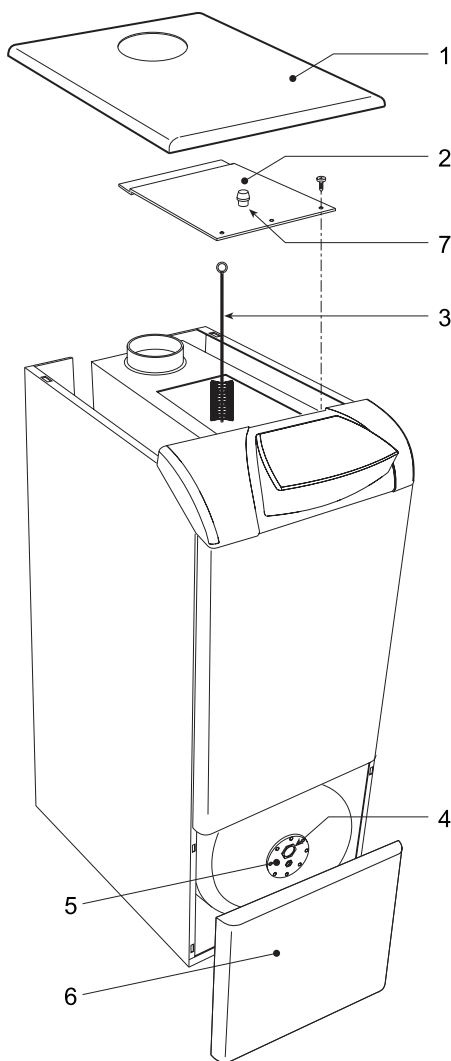

рис. 21 - Очистка котла
Для выполнения очистки котла следуйте (рис. 21) нижеприведенным указаниям:
- Демонтируйте лицевую панель бойлера (6 - рис. 21).
Состояние магниевого анода (4 - рис. 21) можно проверять снаружи, отвинтив его от фланца бойлера (после перекрытия подачи воды в систему ГВС и опорожнения бойлера).
Внутри котла, в верхней части стабилизатора тяги, предусмотрена одна точка отбора проб дымовых газов (поз. 7 - рис. 21). Чтобы произвести измерение, необходимо выполнить следующие операции: